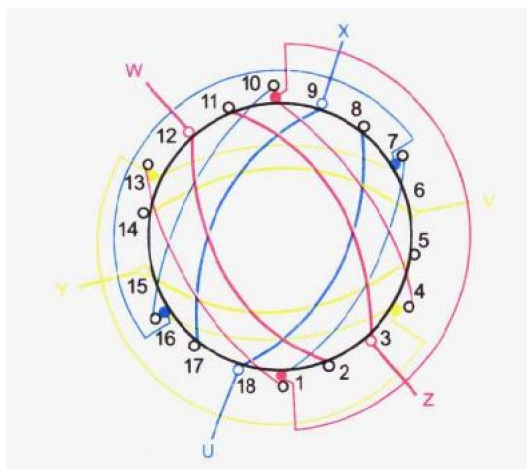

图 1-6 单层节距取 8、双层节距取 6 的
(1) 单层取节距 8 (1~9)，双层取节距 6 (1~7)。绕组布线见图 1-6。图中粗线为单层，细线为双层，其嵌线顺序见表 1-6。